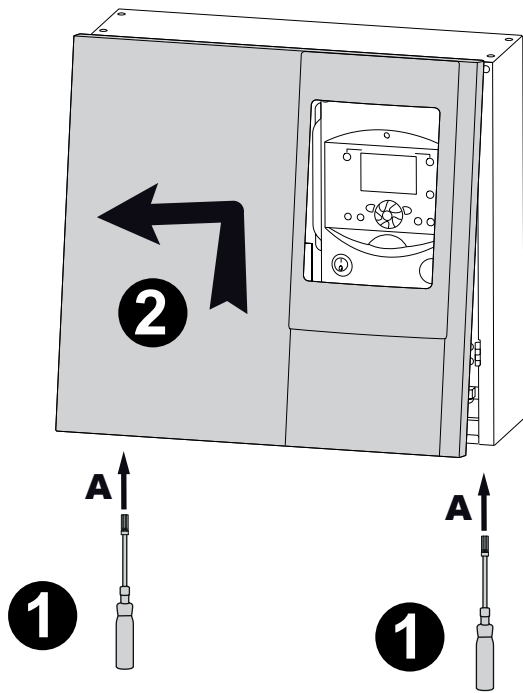
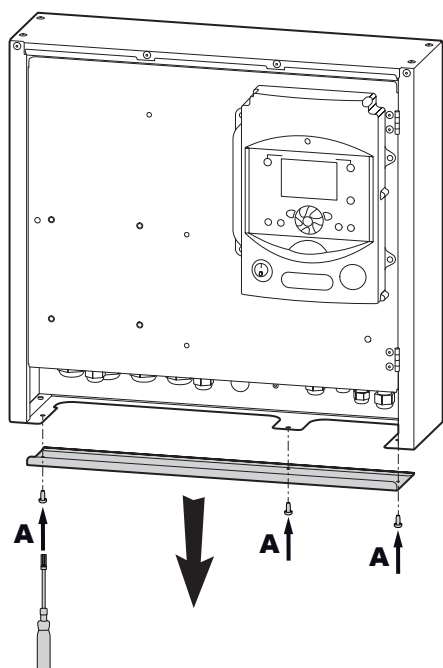

Abb. 5 - Abnehmen der Verkleidung
Abb. 8 - Entfernen der Kabelverschraubungsplatte
- Die Frontplatte abnehmen (2 Schrauben) (Abb. 5, Seite 13). Die Kabeldurchführungsplatte entfernen (3 Schrauben) (Abb. 8).